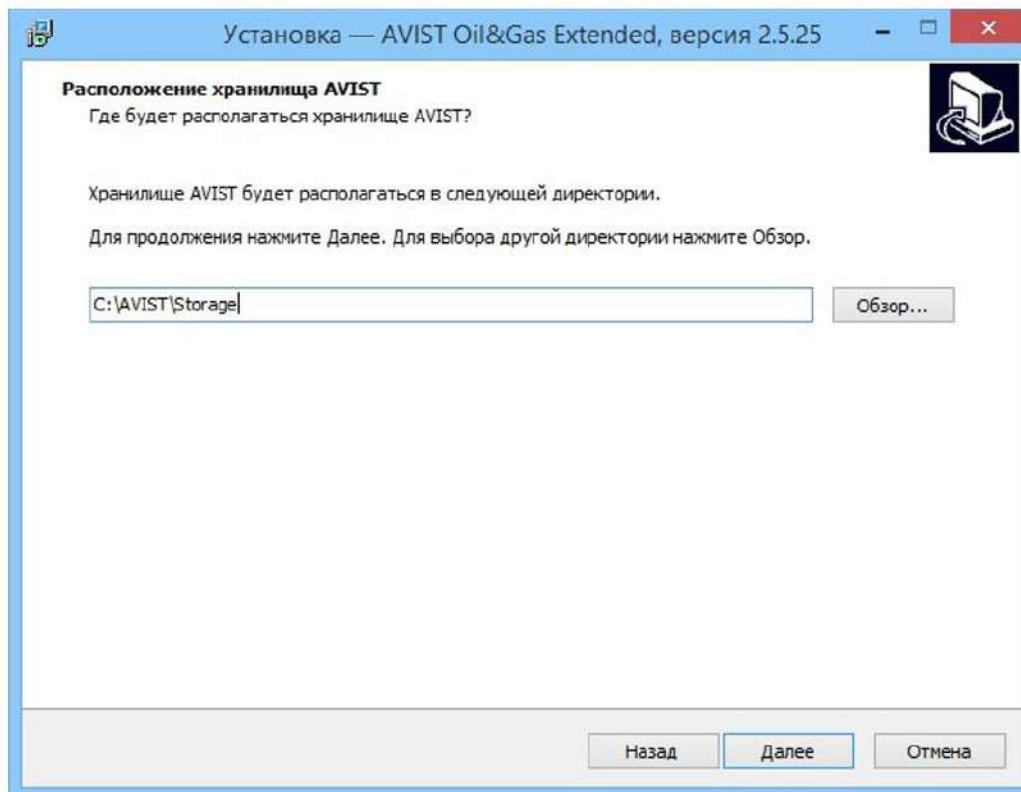

Рисунок 50 - Выбор директории для расположения локального хранилища
- 5) Выбрать директорию, где будет располагаться локальное хранилище, директория определена по умолчанию (Рисунок 50).